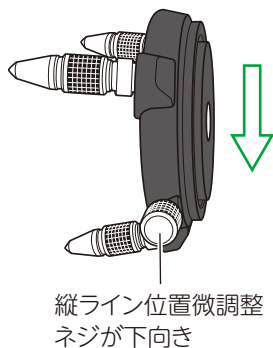

図 3
1. レーザー墨出器本体の取外しボタンを押しながら（図①）、ボタンと反対側から分離させるように台座を取り外してください（図②）。
2. キャリングケースに収納する際、台座は図3のように縦ライン位置微調整ネジが下になるようにしてください。